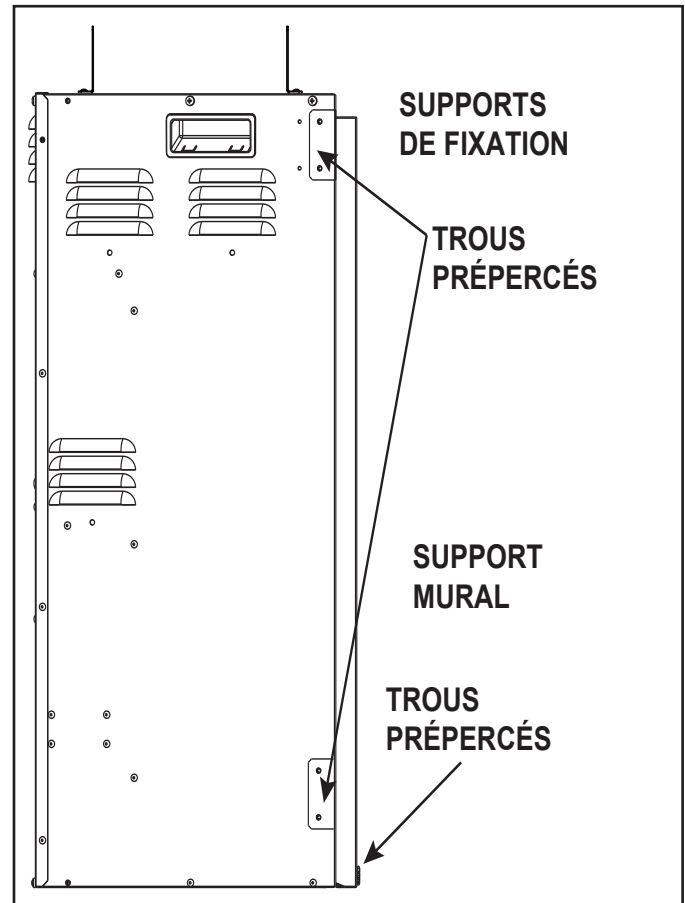

Figure 4.2 Emplacement des trous pré-perçés
Installez les supports de fixation (4) en les alignant avec les trous pré-perçés situés aux côtés de l'appareil. Utilisez deux vis (ST4 x 8) par support pour les fixer à l'appareil. Voir les figures 4.2 et 4.3.
Installez les supports de nivellement (2) en les alignant avec les trous prédéfinis à la base de l'appareil. Utilisez deux vis (ST4 x 8) par support pour les fixer à l'appareil. Voir la figure 4.2.